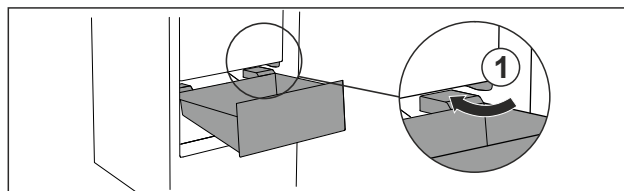

Fig. 87
- ▶ Far passare il cassetto intorno ai fermi Fig. 87 (1) inclinandolo.